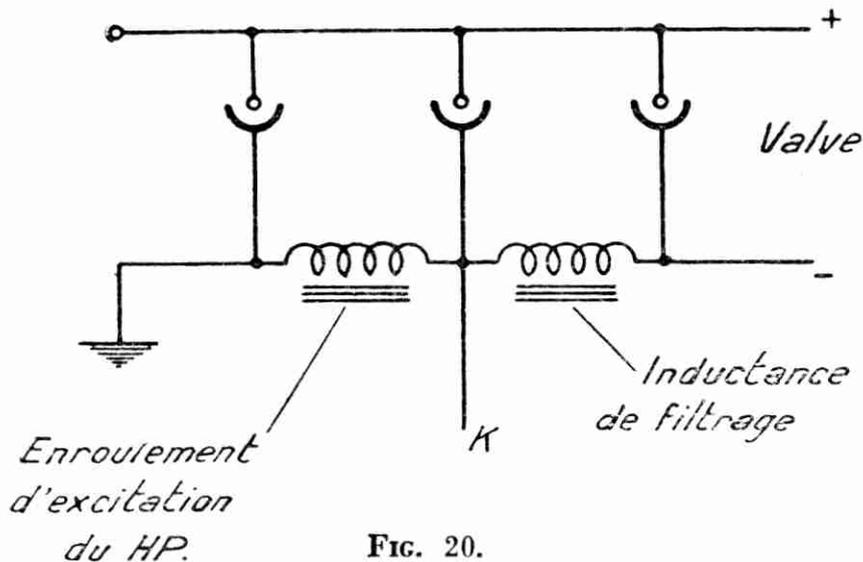

FIG. 20.
d) Examiner la lampe finale du récepteur. Ce conseil peut sembler extraordinaire à priori ; il est cependant parfaitement justifié. En effet, la tension négative du point K, par rapport à la masse, est généralement obtenue en plaçant l'enroulement d'excitation sur la branche négative de l'alimentation en haute tension ( fig. 20 ).